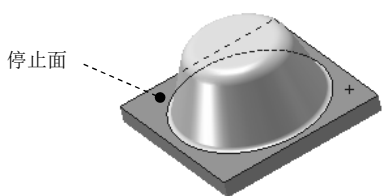

图 10.4.5 选取停止面
下面以图 10.4.5 所示的成形工具为例，讲述创建不带移除面的成形工具的操作过程。
(1) 选择命令。选择下拉菜单 **插入(I)** → **钣金(H)** →  成形工具 命令，系统弹出“成形工具”对话框。
(2) 定义成形工具属性。激活“成形工具”对话框的 **停止面** 区域，选取如图 10.4.5 所示的停止面。
(3) 单击  按钮，完成成形工具 1 的创建。
(1) 选择命令。选择下拉菜单 **插入(I)** → **钣金(B)** →  **成形工具** 命令，系统弹出“成形工具”对话框。
(2) 定义成形工具属性。
① 定义停止面属性。激活“成形工具”对话框的 **停止面** 区域，选取如图 10.4.5 所示的面为停止面。